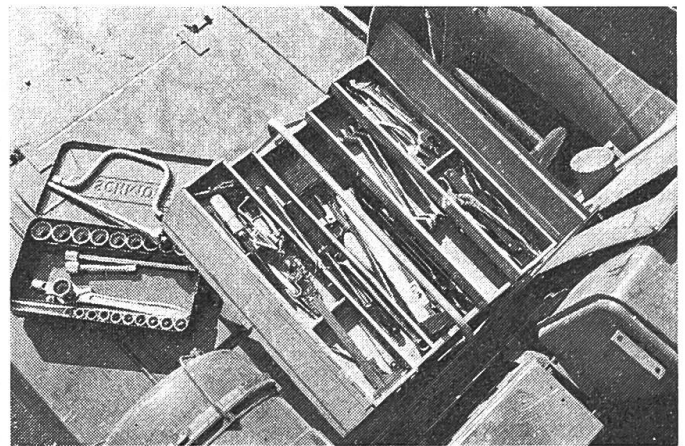

Abb. 18
- 4.2 Die **Werkzeugkiste** (Abb. 18). Sie eignet sich vor allem für den mobilen Einsatz auf dem Betrieb oder im Feld. Ihr grösster Nachteil besteht darin, dass eine Uebersicht über das vorhandene oder fehlende Werkzeug nur schlecht möglich ist. Zudem sammelt sich im Laufe der Zeit in den einzelnen Fächern gerne Schmutz und Gerümpel an.